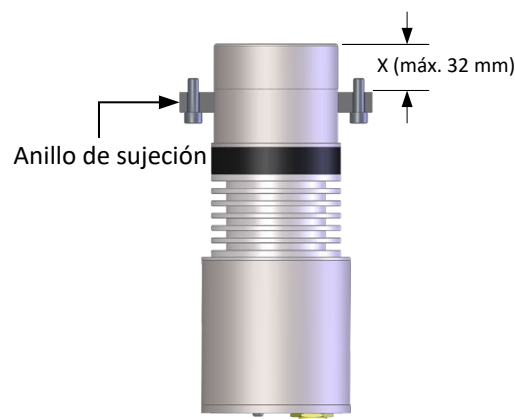

Ilustración 20: Colocación del anillo de sujeción
- Ajuste la posición del anillo de sujeción para que encaje con la profundidad de inserción requerida (Ilustración 20).